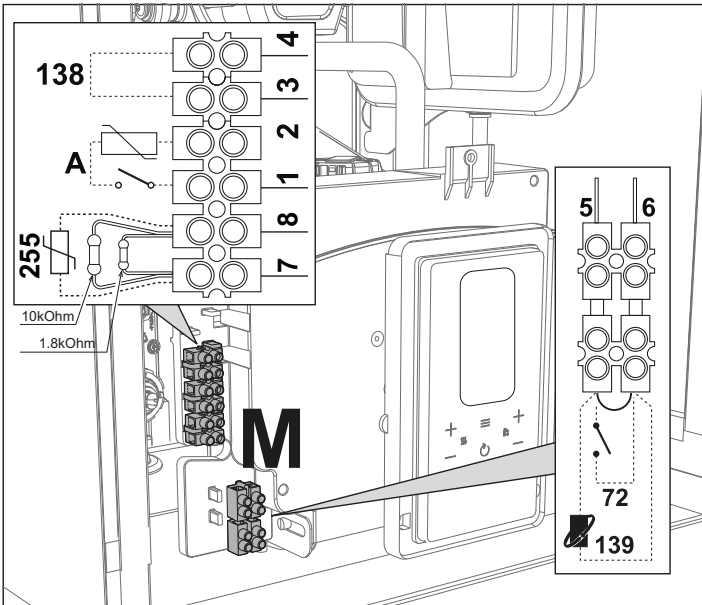

fig. 28
După ce ați scos panoul frontal (*** 'Deschiderea panoului frontal' on page 158 ***) veți putea avea acces la panoul de borne (M) și la siguranța (F) urmând indicațiile descrise în continuare (și fig. 28). **Bornele indicate în trebuie să aibă contactele curate (nu 230 V).** Dispunerea bornelor pentru diferitele conexiuni este indicată și în diagrama electrică din fig. 65.
Configurarea întrerupătorului ON/OFF (A fig. 28)